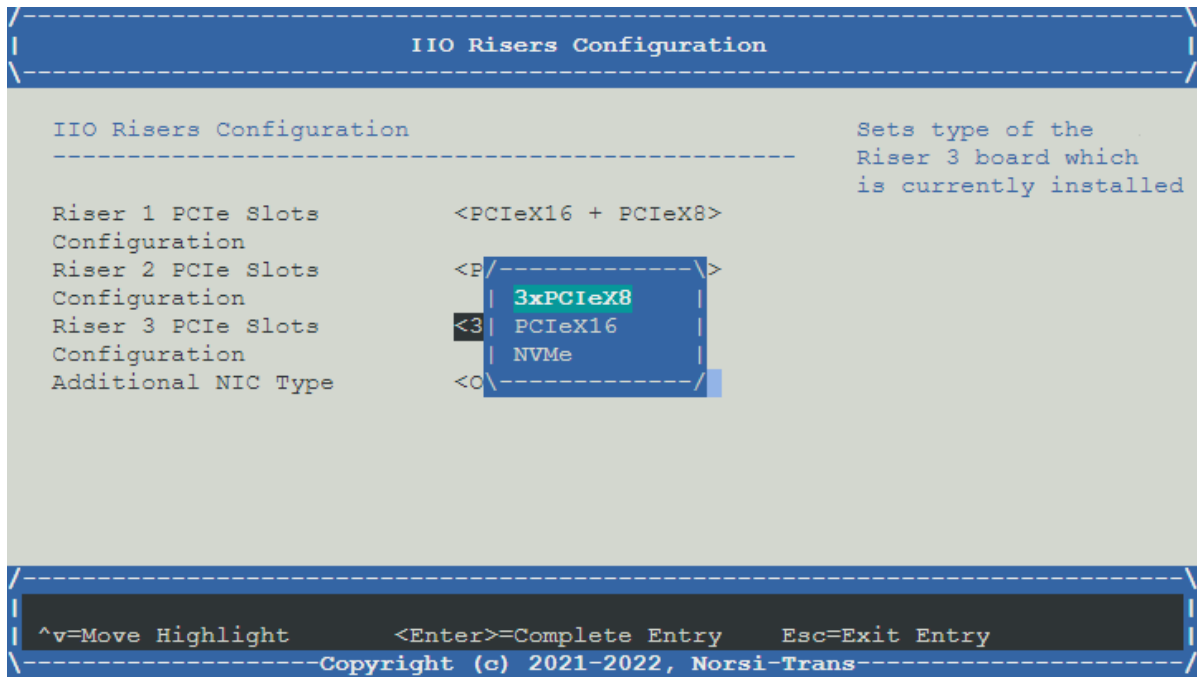

Рис. 65. Выбор типа PCIe-райзеров
3) Установите тип PCIe-райзеров согласно физическим. Окно показаны на рис. 65 Выбор типа PCIe-райзеров